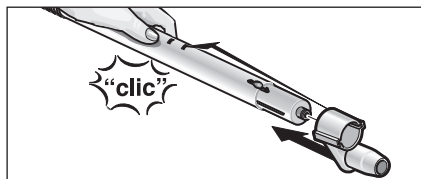

Fig. 4: Enclavamiento del gancho de sujeción
- Deslice el gancho de sujeción (G4) por el tubo de prolongación inferior hasta que quede enclavado en una de las muescas (G2) (véase la fig. 4).